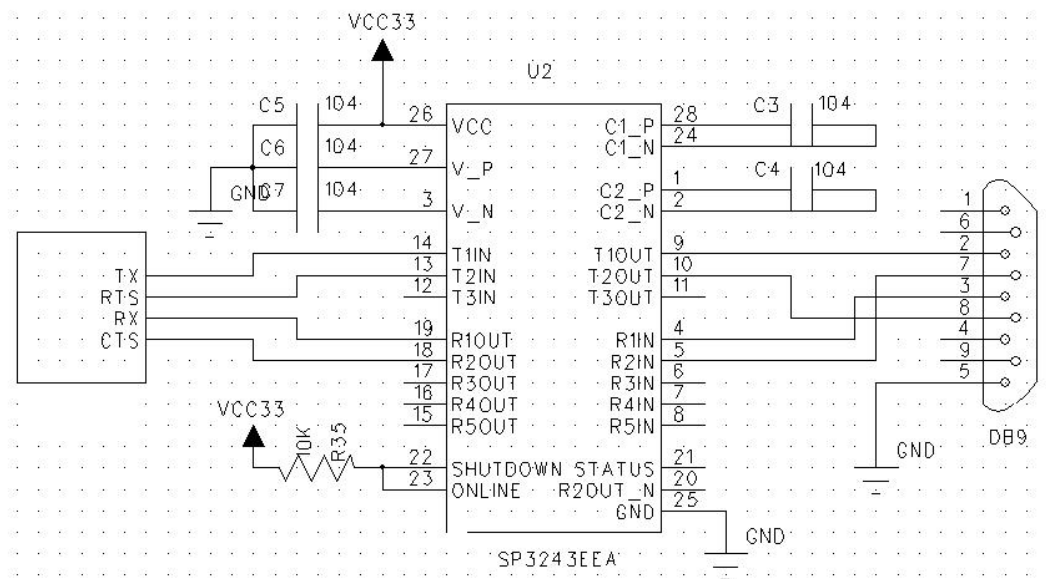

图 5-1 F8L10D 与 PC RS232 连接的参考电路
1. PC 机作为上位机：F8L10D 与PC 通过RS232串口相连，需要使用电平转换芯片进行电平转换（如SP3243），如图5-1所示。